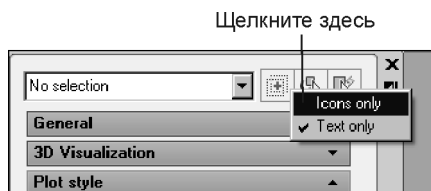

Рис. 2.23. Контекстное меню на вертикальной полосе заголовков палитры
4. Для вывода знака палитры на вертикальной полосе щелкните на ней правой кнопкой мыши и выберите из контекстного меню пункт **Icons only** (Только значки) (рис. 2.23).